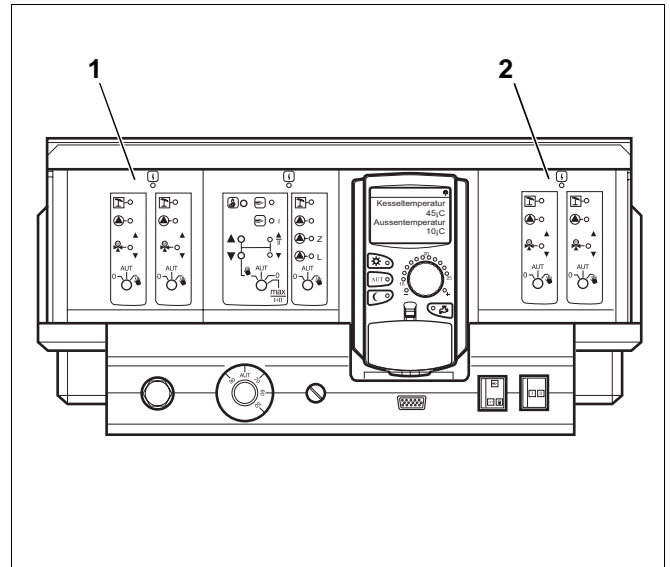

Abb. 2 Beispiel – Modulanordnung
- Beginnen Sie mit dem Einsetzen des ersten Moduls FM 442 auf Steckplatz 1 (Abb. 2, **Pos. 1**).
- Setzen Sie das zweite Modul FM 442 auf Steckplatz 2 (Abb. 2, **Pos. 2**).